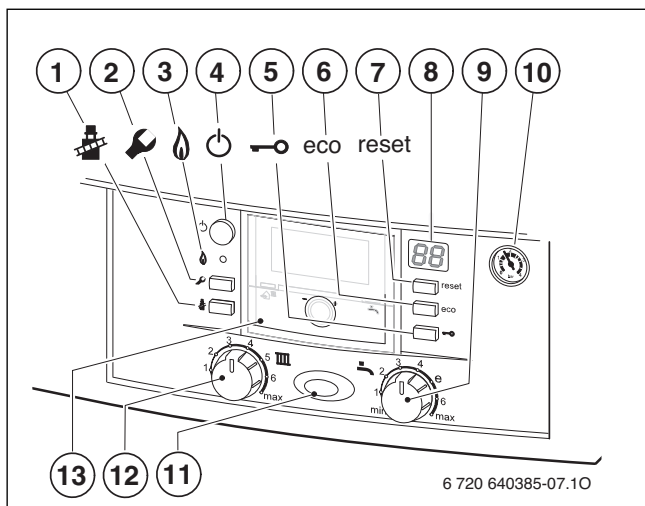

Bild 7
- witterungsgeführter Regler im Gerät eingebaut, → Bild 7, [13], Seite 18.